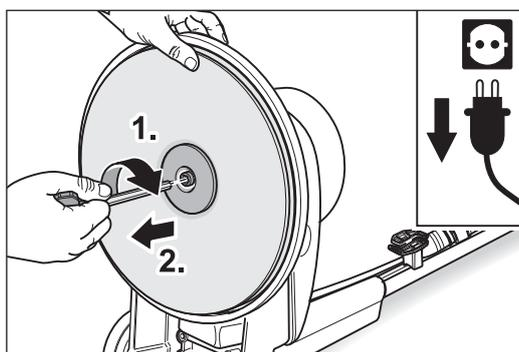

Abb. 18 Die Schraube zum Lösen **im Uhrzeigersinn drehen (Linksgewinde)**!
- 5 Zum Lösen der Papierspannscheibe drehen Sie die Schraube mit einem Innensechskantschlüssel **im Uhrzeigersinn (Linksgewinde)**! Halten Sie dabei den Schleifteller fest (Abb. 18).